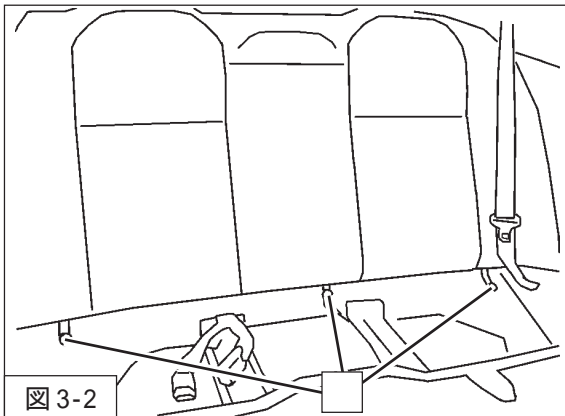

図3-2
2. リアシートバックレスト取付ボルトを取外し、リアシートバックレストを取外してください。(図3-2)